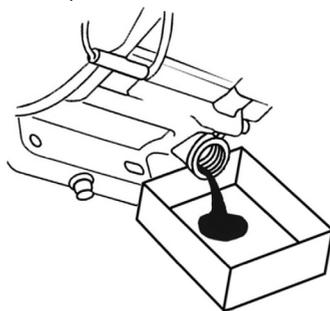

Рис. 14 Замена моторного масла
3. Наклоните виброплиту в сторону маслосазливной горловины двигателя и слейте отработанное масло через маслосазливную горловину в подготовленную для этого емкость (Рис. 14).